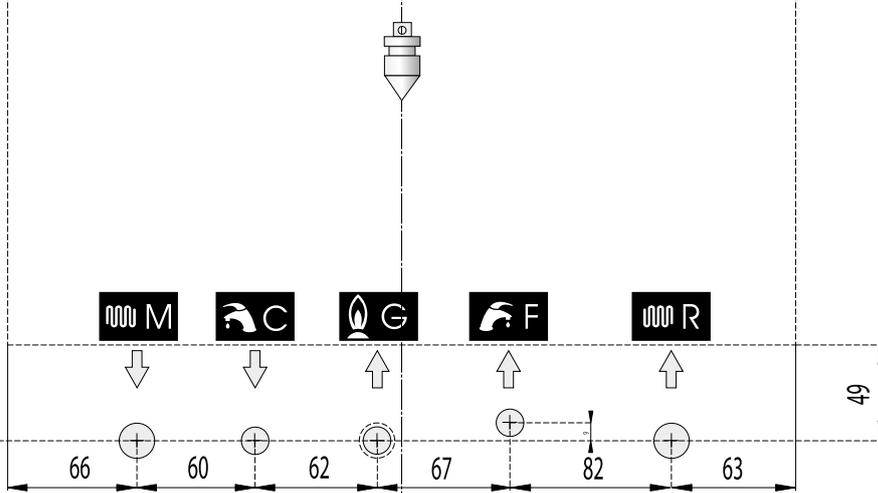

Рис. 9 Шаблон из картона
- монтажный шаблон (смотри Рис. 9 Шаблон из картона).
Каждый котел снабжен специальным шаблоном из картона (смотри Рис. 9 Шаблон из картона).